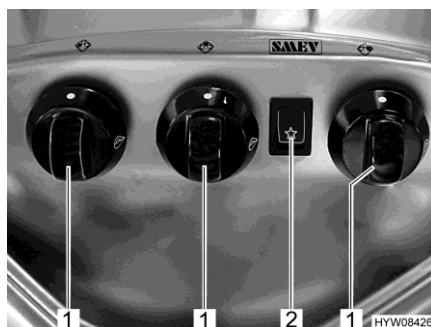

Fig. 136 Boutons de commande (réchaud à gaz)
- Tourner le bouton tournant (Fig. 136,1) du brûleur désiré en position d'allumage (grande flamme).
- Appuyer sur le commutateur à bascule (Fig. 136,2). Le brûleur produit des étincelles.